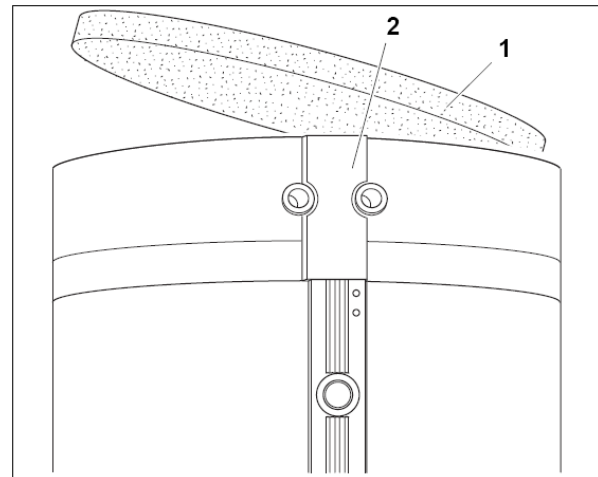

Рис. 9 М'якопінна теплоізоляційна шайба
- Насунути фіксувальну планку (Рис. 9, Поз. 2) з тилового боку.
- Теплоізоляційну шайбу (Рис. 9, Поз. 1) встановити всередину врівень з кантом кільцевих теплоізоляційних сегментів.